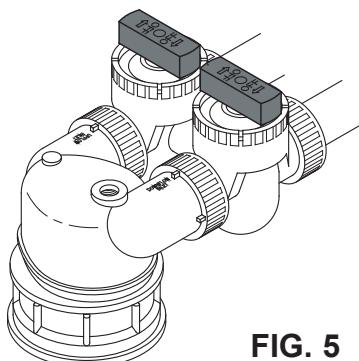

FIG. 5
- b. Coloque la o las válvulas de derivación en la posición de **DERIVACIÓN**. En una válvula de una derivación, gire ambas palancas en forma perpendicular al flujo de agua (vea la Fig. 5). En un sistema de 3 válvulas, cierre las válvulas de entrada y salida, y abra la válvula de derivación (vea la Fig. 4).